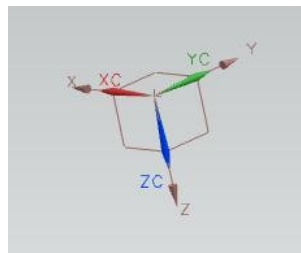

рис.12
- В результате РСК «прыгнет» и совпадет с локальной СК (рис.12).